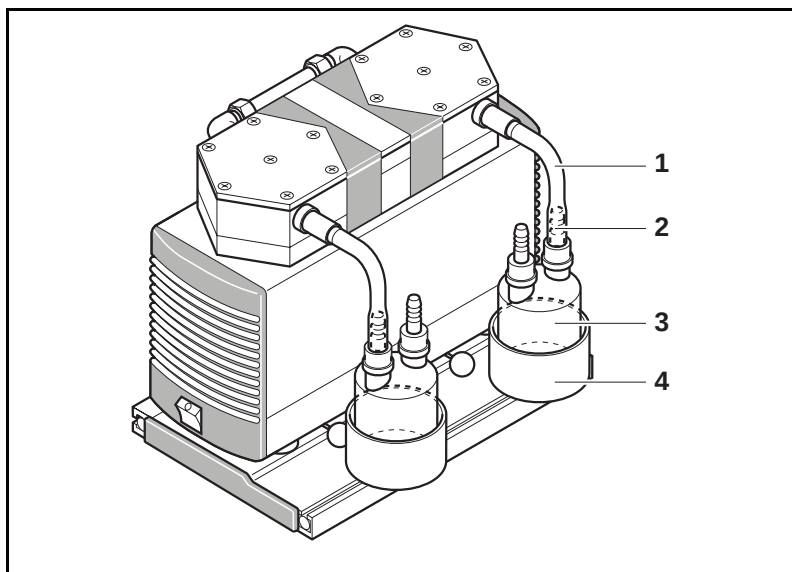

Fig. 6: Separador (en la figura el sistema LABOPORT SR en el ejemplo de una bomba N 840.3 FT.18)
- Insertar el alojamiento para el separador (véase Fig. 6/4) en la guía ranurada que señala hacia arriba.